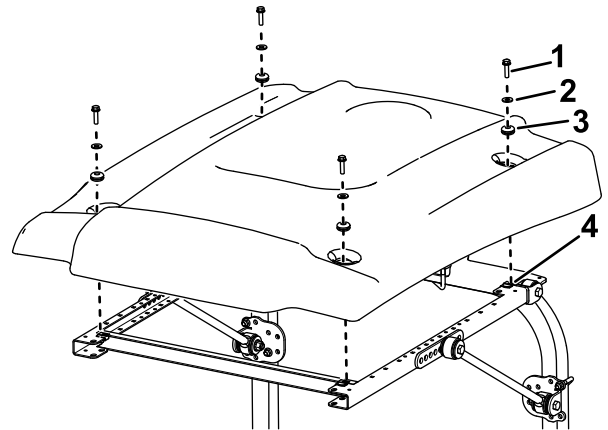

Figure 14
16. Lors de l'alignement des trous de fixation, positionnez le pare-soleil sur le cadre comme montré à la Figure 14.
17. Fixez légèrement chaque coin du pare-soleil au cadre avec un boulon à embase (5/16" x 1"), une petite rondelle et une bague (Figure 14).